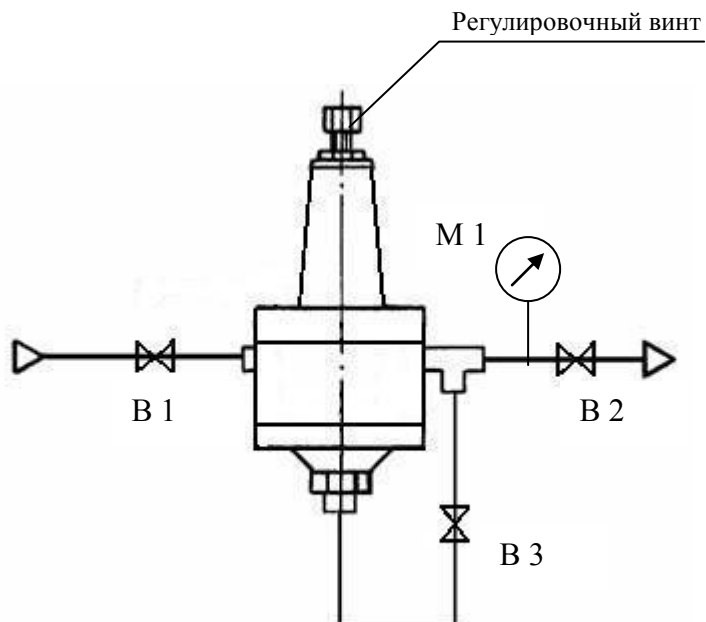
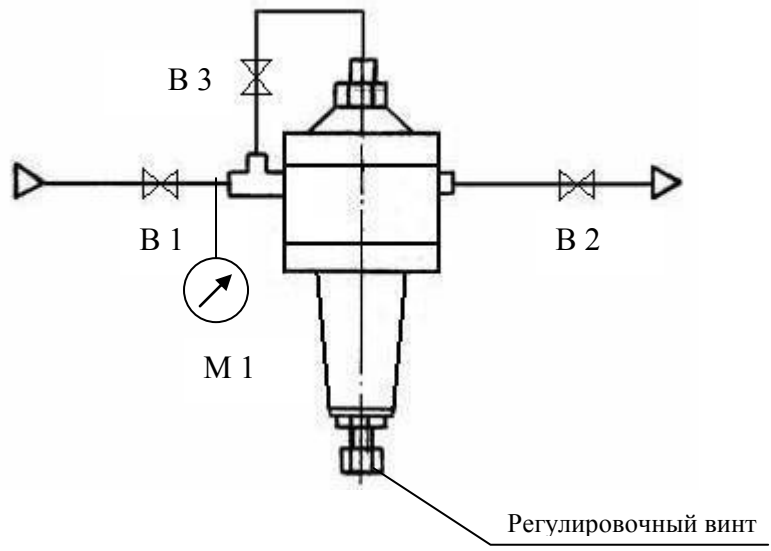

Рисунок 3 - Схема установки регулятора типа РДС-ПС-05
Рисунок 4 - Схема установки регулятора типа РДС-ДС-05
2.2.3.1 Установка регулятора РДС-ПС на объект эксплуатации производится в соответствии со схемой (рисунок 3), регулятора РДС-ДС в соответствии со схемой (рисунок 4).
2.2.3.4 Настройка регулятора «после себя» на заданное выходное давление (см. схему подключения - рисунок 3).
2.2.3.5 Настройка регулятора «до себя» на заданное входное давление (см. схему подключения - рисунок 4).
Для устранения неисправностей, связанных с заменой деталей, регулятор должен быть демонтирован с трубопровода. Демонтаж регулятора РДС-ПС(ДС)-05 производится в следующем порядке (см. рисунок 3 и рисунок 4):
3.3.1 Прекратить подачу рабочей среды по трубопроводу, где установлен регулятор, т.е. перекрыть (рисунок 3 и рисунок 4) сначала вентиль В1, затем вентиль В2 и вентиль В3, на линии обратной связи. Оставшийся в трубопроводах до и после регулятора газ стравить на свечу. Отпустить контргайку настроечного винта. Гаечным ключом вывинтить настроечный винт регулятора. Отсоединить от регулятора трубку обратной связи и отсоединить регулятор от трубопровода.